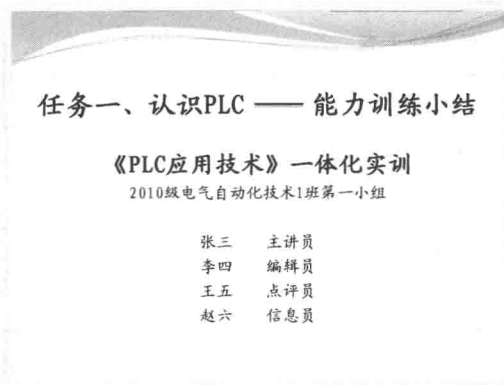

图 1-2 汇报用 PPT 格式第一页结构
（1）汇报小组成员及其分工，如图 1-2 所示。
① 汇报用 PPT 的第一页结构如图 1-2 所示。